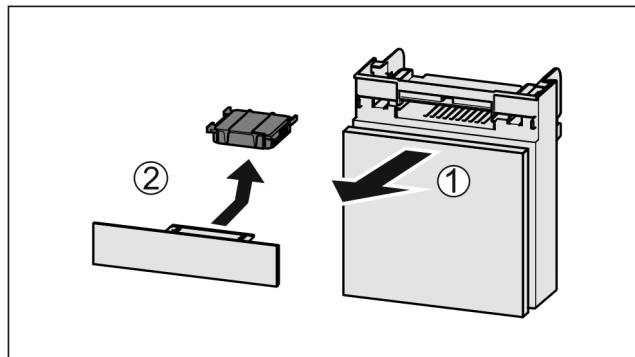

Fig. 131
- Вытянуть Fig. 131 (1) отделение движением вперед.
- Извлечение Fig. 131 (2) фильтра с активированным углем.